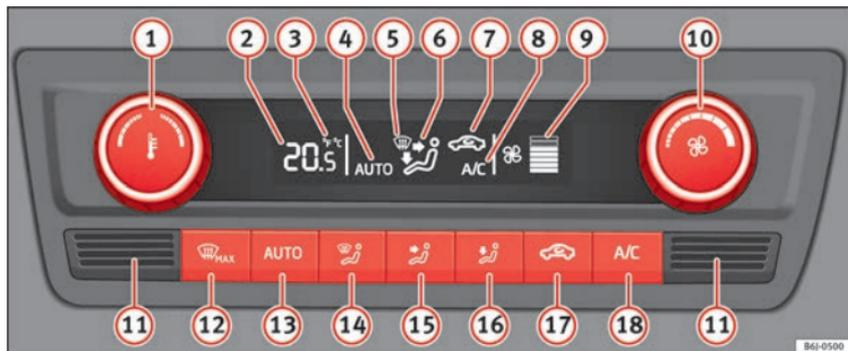

Fig. 171 Climatronic: elementi di comando.
- **A/C** (18) » fig. 171 acceso.
Premendo un tasto, ad eccezione del tasto (17) » fig. 171 (ricircolo), si attiverà la funzione corrispondente e verrà acceso il climatizzatore, qualora fosse spento.
- Girare la manopola (10) verso sinistra finché non si spengono i segmenti della colonna (9) » fig. 171.
- Premere il tasto **AUTO** (13) » fig. 171.
Mantenere premuti contemporaneamente, per 2 secondi, i tasti **AUTO** e **A/C** » fig. 171. Sullo schermo appaiono i dati delle unità desiderate.
- Nella parte inferiore si trova il sensore della temperatura interna (11) » fig. 171. Non coprirlo né con adesivi, né in altro modo, poiché potrebbe pregiudicare il funzionamento del Climatronic.
- Premere il tasto **AUTO** (13) » fig. 171, sullo schermo viene visualizzato **AUTO**.
- Quando si accende il quadro, è possibile usare il comando (1) » fig. 171 per regolare la temperatura interna desiderata.
- Premere il tasto  **17** » » » **fig. 171**, sul display appare il simbolo .
- Premere il tasto  **17** » » » **fig. 171**, dal display scompare il simbolo .
- Girare la manopola **10** » » » **fig. 171** verso sinistra (diminuire la velocità) o verso destra (aumentare la velocità).
- Premere il tasto  **12** » » » **fig. 171**.
- Premere ripetutamente il tasto  **12** » » » **fig. 171** oppure premere il tasto .